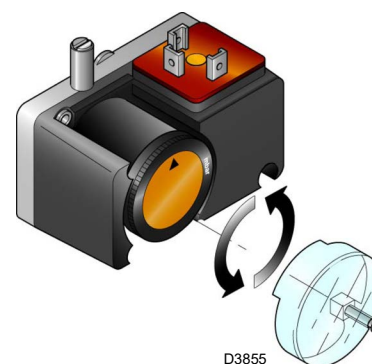

Fig. 30
- Regular el presostato para el control de estanqueidad (Kit PVP) (Fig. 30 a pág. 32), si está presente, según las instrucciones suministradas con el kit.
Regular el presostato para el control de estanqueidad (kit PVP) (Fig. 30) si está presente, según las instrucciones suministradas con el kit.